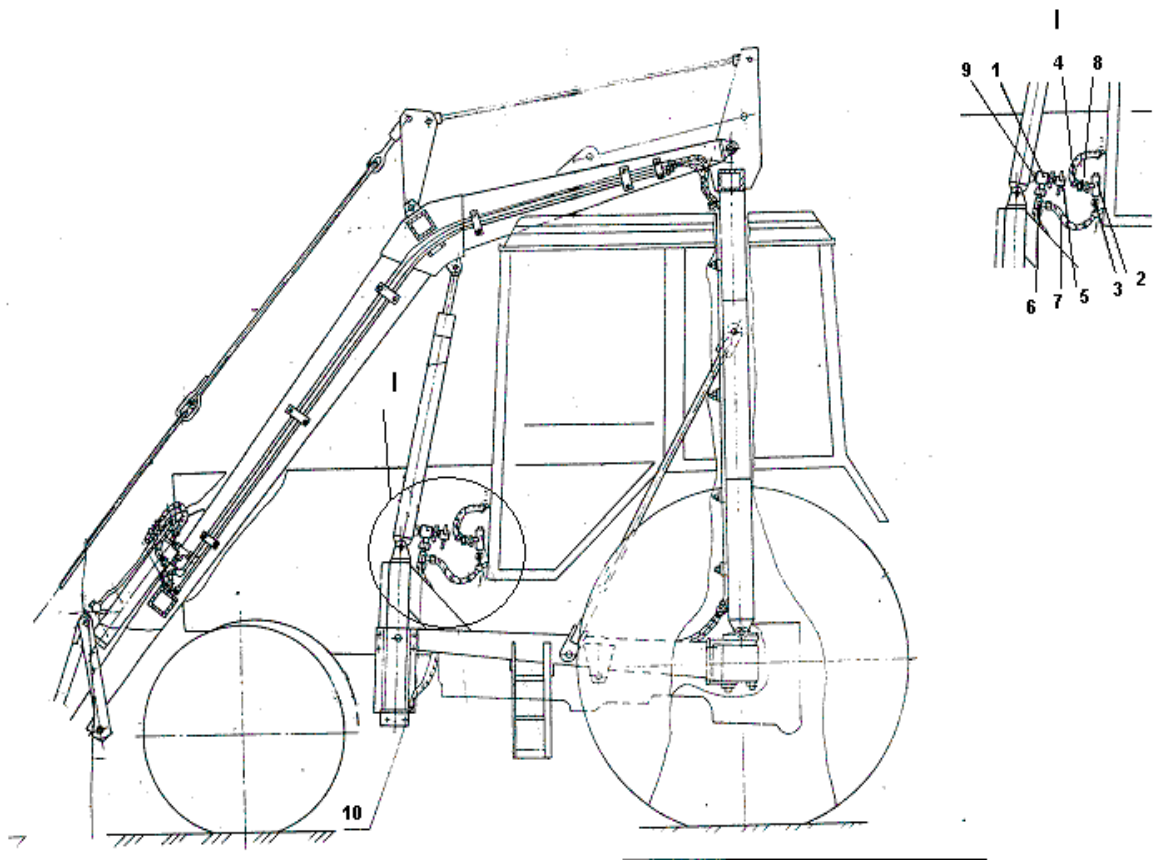

Рис. 16. Монтаж гидросистемы гидроцилиндров подъема.
1. Установить на вентилях 5 (рис. 16 выноска I) штуцера накидные 1 с медными шайбами 9 и вкрутить их в гидроцилиндры подъема.